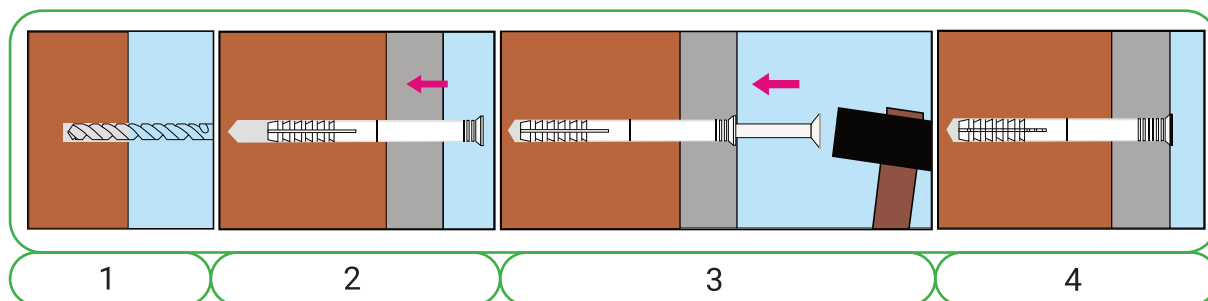

Рисунок 53. Последовательность установки крепежа на кирпичную стену.
а) для кирпичной стены выбираем крепежи с пластиковыми манжетами. С помощью электродрели просверливаем отверстие (1), в которое вставляется пластиковая манжета (2), затем саморез (3), после чего вкручиваем саморез в манжету с помощью отвертки (4) (рис. 53).